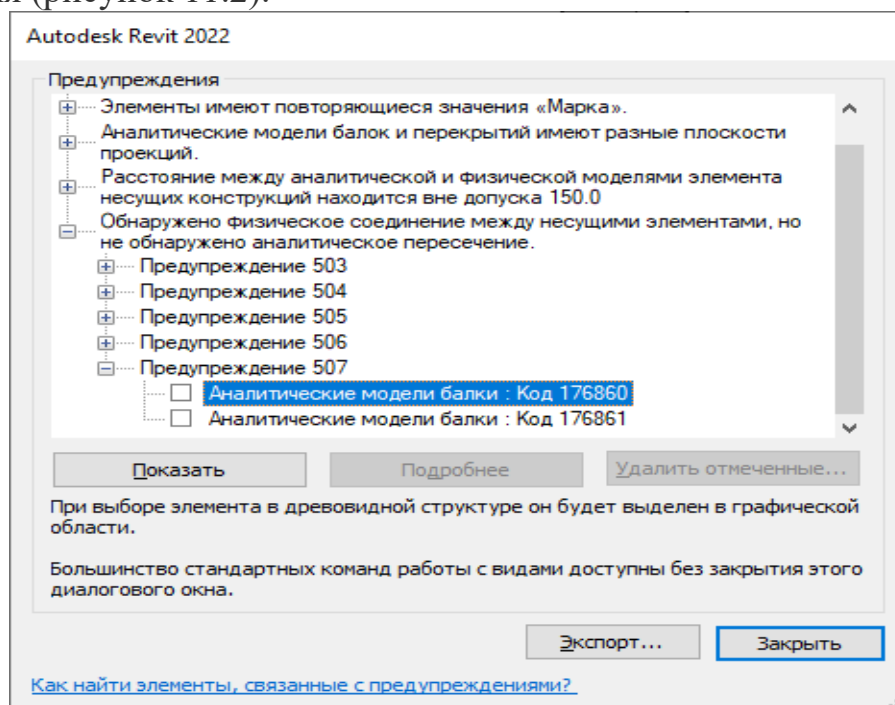

Рисунок 11.2
3. Проанализируйте эти сообщения и внесите в проект соответствующие изменения (рисунок 11.2).